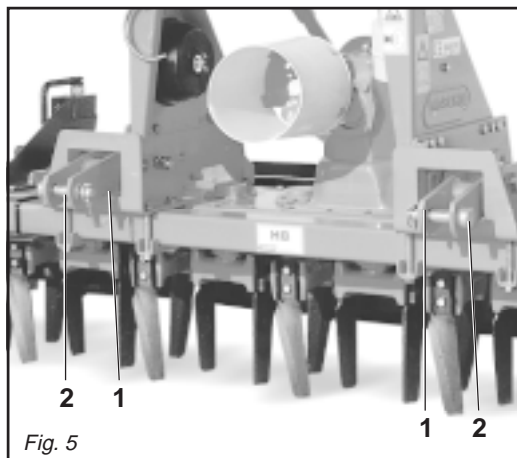

Fig. 5
- 1- Accostare le barre del sollevatore ponendole all'interno delle piastre (1 Fig. 5), inserire il perno (2 Fig. 5) nel foro predisposto e bloccare con le copiglie a scatto.
- 1- *Near the lift bars, setting them in the most suitable plates (1 Fig. 5). Insert the pin (2 Fig. 5) into the relative hole and lock in place with the snap-in split pins.*
- 1- Die Lenker des Krafthebers annähern und in die am besten geeigneten Platten schieben (1 Abb. 5). Den Bolzen (2 Abb. 5) in das Loch stecken und mit dem einrastenden Splint blockieren.
- 1- *Approchez les barres du relevage en les plaçant à l'intérieur des plaques les plus appropriées (1 Fig. 5), introduisez l'axe (2 Fig. 5) dans le trou correspondant et bloquez par les goupilles à encastrement.*
- 1- Acercar las barras del elevador poniéndolas dentro de las placas más indicadas (1 Fig. 5), introducir el perno (2 Fig. 5) en el orificio y bloquear con los pasadores de resorte.